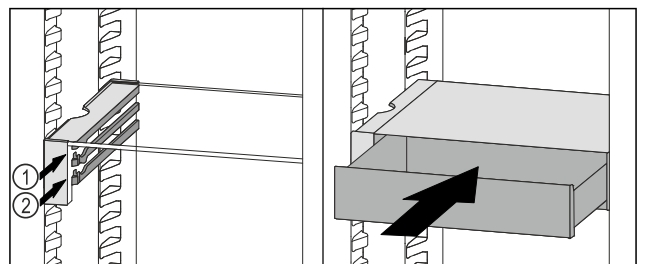

Fig. 106
- ▶ Встановити висувний ящик VarioSafe за стопорами на потрібне ребро Fig. 106 (1) або Fig. 106 (2).